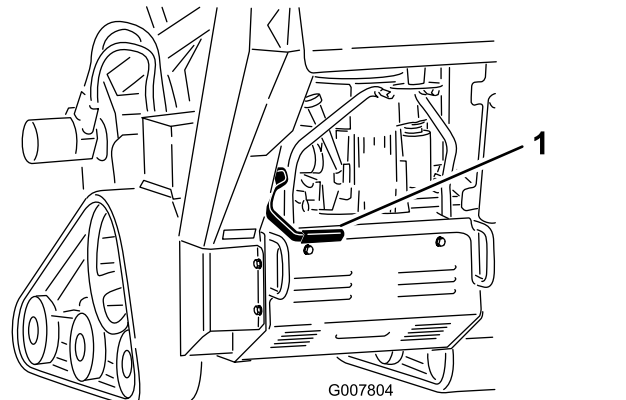

Figura 17
- Para accionar el freno de estacionamiento, tire de la palanca del freno hacia atrás y hacia arriba (Figura 17).
- Para quitar el freno de estacionamiento, tire de la palanca hacia atrás y luego hacia abajo (Figura 17).